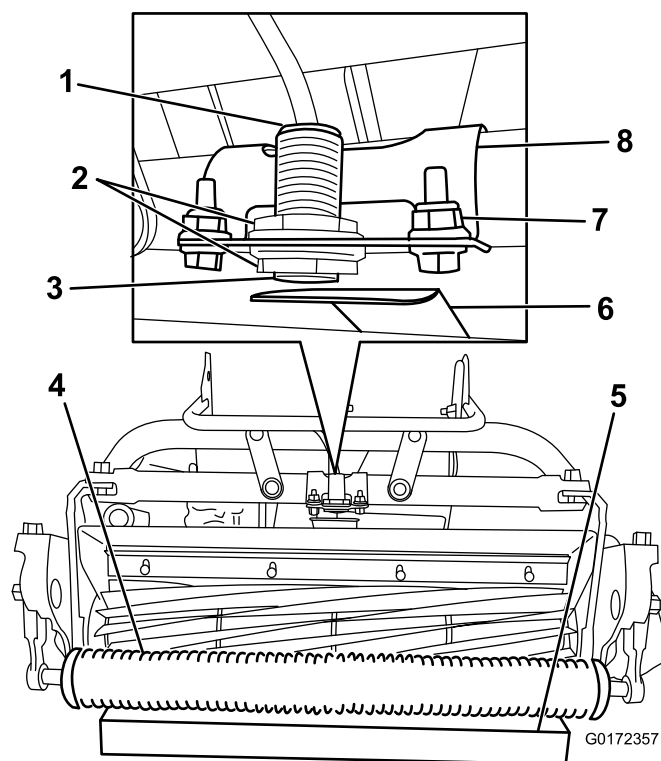

Figura 14
2. Allentate i controdadi sul sensore e regolatelo in modo che sia visibile un filetto dopo il controdado inferiore (Figura 14).
4. Posizionate un blocco da 3,8 cm sotto il rullo dell'apparato di taglio anteriore (Figura 14)
5. Allentate i fermi che fissano la staffa del sensore al telaio (Figura 14).
8. Ruotate la staffa del sensore verso la piastra di misurazione in modo che la luce sopra il sensore si accenda (Figura 14). Se era già accesa, allontanate dalla piastra di misurazione in modo che si spenga, quindi invertite la direzione finché non si riaccende.